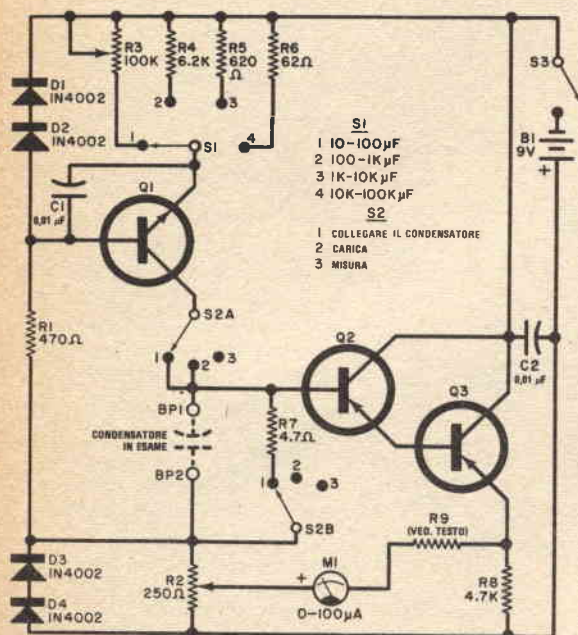

Fig. 1 - La sorgente di corrente costante carica il condensatore di valore sconosciuto ed il circuito dello strumento rileva il livello di tensione.
**Il circuito** - Come si vede nella *fig. 1*, il circuito comprende due parti: una sorgente di corrente costante con Q1 ed un voltmetro ad alta resistenza, composto da Q2, Q3 e M1.